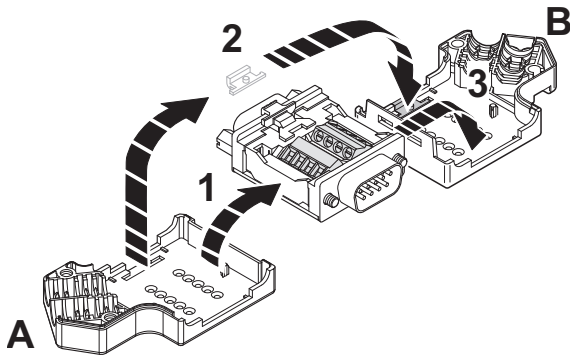

Bild 7 Rechtsseitige Kabelzuführung (2)
- Legen Sie die Leiterplatte in die Gehäuseoberseite (B in Bild 7) und verschrauben Sie die abisolierten Leiter in den entsprechenden Kontakten des Anschlussblocks.